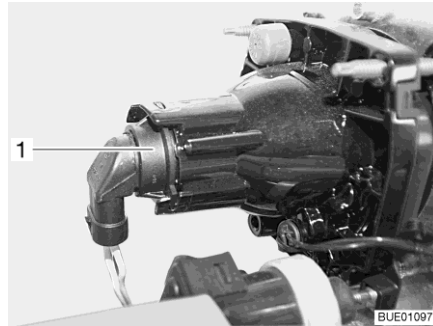

Bild 160 Halvljus/helljus/parkeringsljus
- Greppa tag bakom lamphållaren (Bild 160,1).